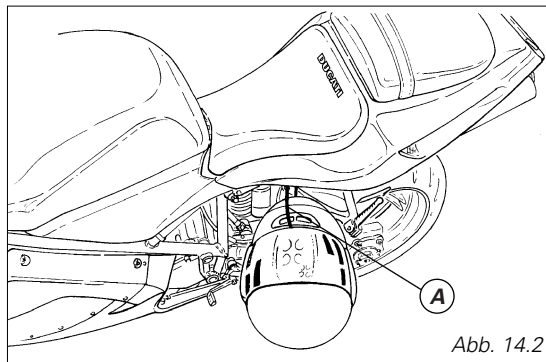

Abb. 14.2
Die Heckverkleidung (2) hinten etwas nach außen ziehen, dann anheben und am Tank zum Aufliegen bringen. Im hinteren Teil des unter der Sitzbank vorgesehenen Stauraums befindet sich das Helmbefestigungskabel. Das Helmverankerungskabel (A) durch den Helm ziehen, dann seine Enden über den entsprechenden Haken legen. Den Helm (Abb. 14.2) heraushängen lassen, dann zur Absicherung die Sitzbank niederdrücken.